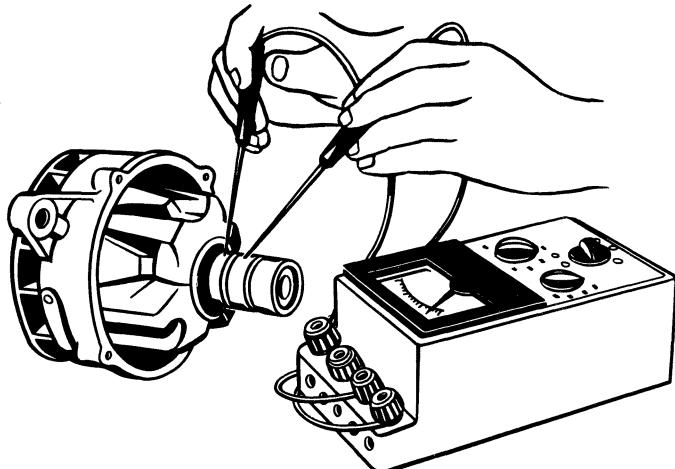
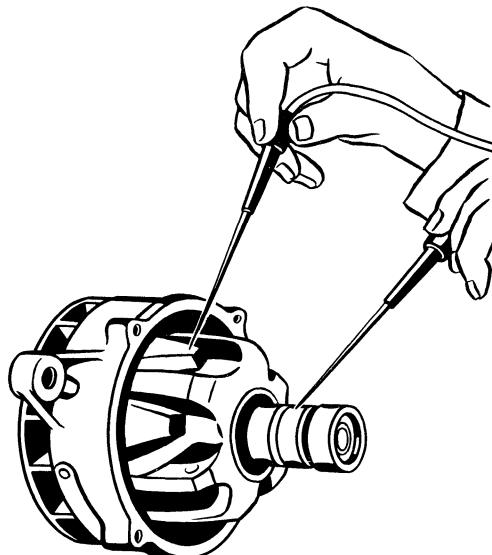

Рис. 198. Проверка сопротивления обмотки возбуждения ротора
Рис. 199. Проверка ротора на отсутствие замыкания обмотки на корпус
**Ротор.** Необходимо проверить с помощью омметра (рис. 198) сопротивление обмотки возбуждения, которое должно быть 2,4–2,6 Ом при температуре 25 °С, а также на отсутствие замыканий обмотки на корпус (рис. 199). При наличии повреждений ротор подлежит замене.